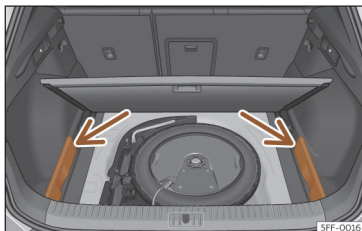

Fig. 113 Na bagageira: tampas para guardar a chapeleira.
- Retire as tampas esquerda e direita >>> **Fig. 113**.